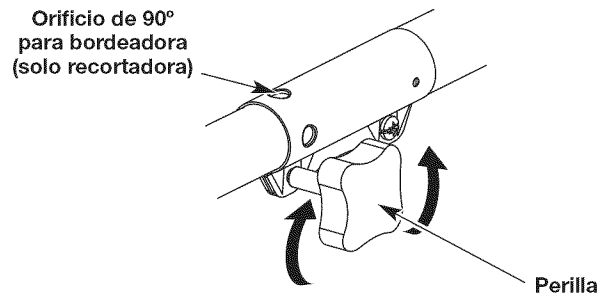
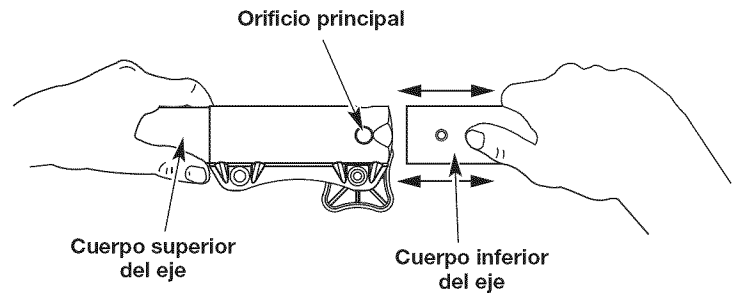

Fig. 6
Fig. 8
1. Para aflojar, gire la perilla en sentido contrario a las agujas del reloj (Fig. 6).
2. Sosteniendo firmemente el accesorio de corte u otro accesorio, empujelo directamente dentro del acoplador Convertible™ hasta que el botón de desconexión encaje sólidamente en el orificio principal (Fig. 8).
3. Para apretar, gire la perilla en el sentido de las agujas del reloj (Fig. 6).
**PRECAUCIÓN:** Antes de operar esta unidad, cerciórese de que el botón de liberación esté completamente encajado en el orificio principal (Fig. 8) y de que la perilla (Fig. 6) esté bien apretada.
Para hacer cortes (orillados) decorativos con el accesorio de corte del cabezal de línea, trabe el botón de desconexión del accesorio en el interior del orificio de 90° (Fig. 6).
3. Sujetando el cuerpo del eje superior, tire directamente del accesorio de corte o de cualquier otro accesorio para sacarlo del acoplador Convertible™ (Fig. 8).